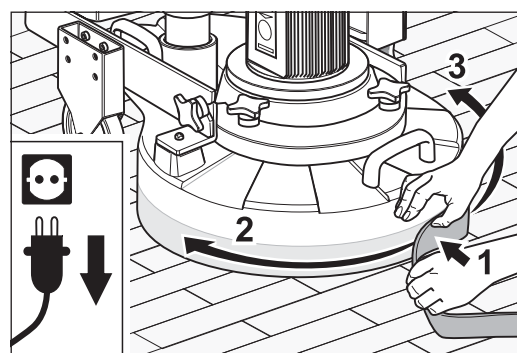

Abb. 13 Das Abdichtband an das Maschinengehäuse fest andrücken.
- 11 Setzen Sie die Mitte des Abdichtbands vorne am unteren Rand des Maschinengehäuses so an, dass die Unterkante des Abdichtbands am Fußboden ansteht (Abb. 13, 1).
- 12 Drücken Sie das Abdichtband an das Maschinengehäuse (Abb. 13, 2 + 3), so dass es bei montierten Tellern gleichmäßig am Fußboden ansteht. Die beiden Enden des Abdichtbands überlappen sich dann hinten am Maschinengehäuse.